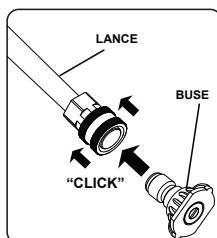

FIG 13
- ▶ Pour connecter ou déconnecter la buse de pulvérisation, tirer sur la couronne à connexion rapide. Insérer ou retirer l'embout de pulvérisation puis relâcher la couronne (fig.13).